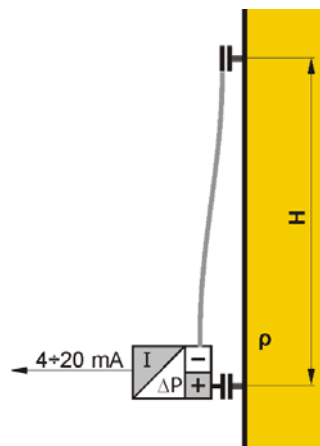

Рисунок 5
2.3.1.13.3 Конфигурация преобразователя APR-2200/ALW/Exd для измерения плотности жидкости (рисунок 5)